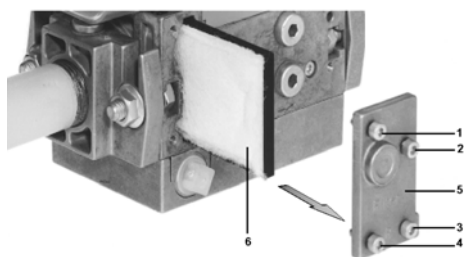

Fig. 53
- 2 Îndepărtați suruburile 1 ÷ 4 utilizând o cheie Allen n. 3 (imbus) și îndepărtați capacul filtrului 5 ca în Fig. 53 ;